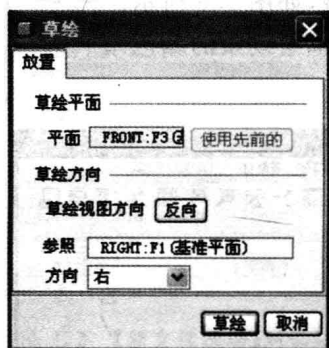

图 1.8 【草绘】对话框
③单击【放置】按钮,在弹出的上滑板中单击【定义】按钮,弹出【草绘】对话框,如图 1.8 所示。